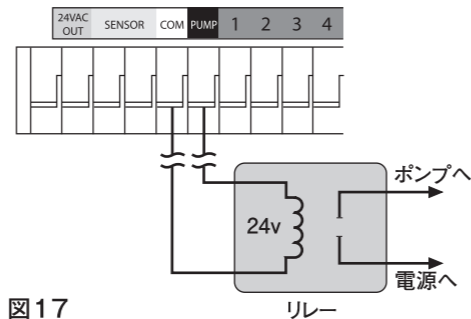

図17
- ・リレーまたはマスターバルブの電気ケーブルの1本をタイマーの端子のPUNPに、もう1本をCOMに接続します。(図17)